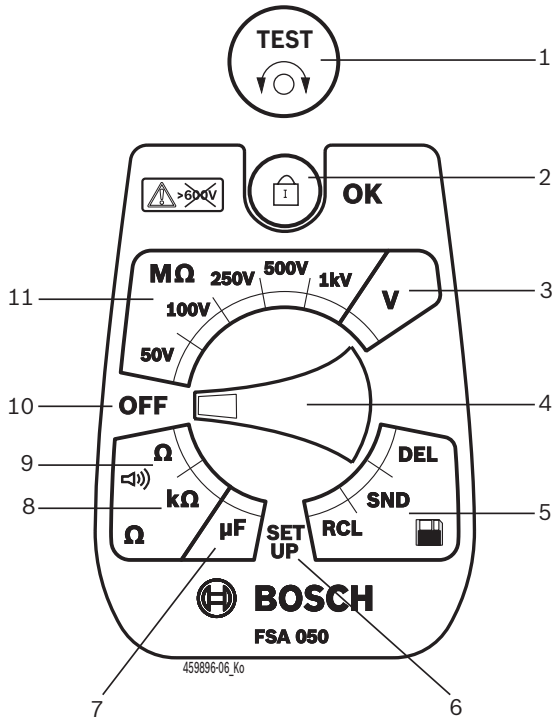

Fig. 2: Dreiebrytere/Taster
1. Still dreiebryter på <SETUP> (fig. 2, pos. 6).
2. Trykk <TEST> (fig. 2, pos. 1) i ca. to sekunder.
4. Trykk </OK> for å lagre ønsket verdi (fig. 2, pos. 2).